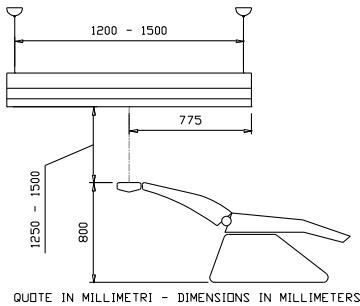

Figura 3 - Figure 3
- Realizzare 2 fori sul soffitto distanti tra loro circa 1200 – 1500 mm. Si consiglia l'installazione dell'apparecchio, relativamente alla postazione odontoiatrica, secondo le indicazioni di figura 3.